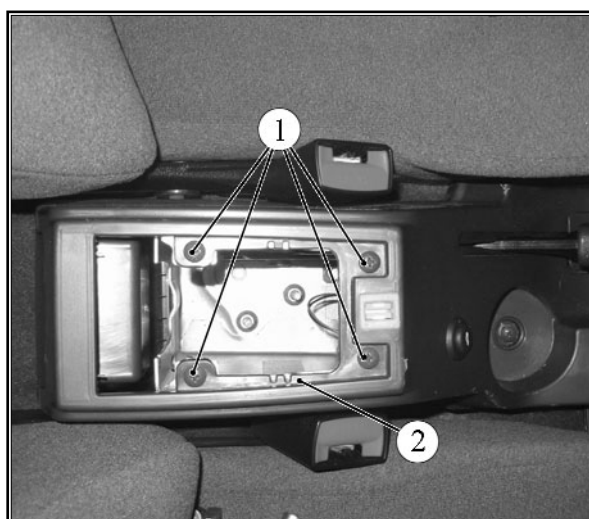

Рисунок 1.4 - Крепление кронштейна облицовки туннеля пола:
1.9 Снять вставку облицовки туннеля пола, отвернуть винты 1, рисунок 1.4, крепления кронштейна 2 облицовки туннеля пола (отвертка крестообразная).